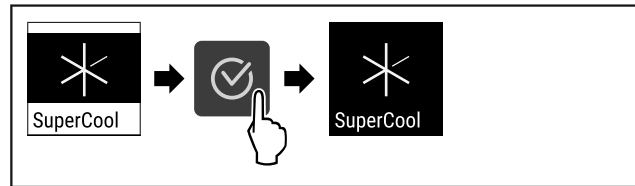

Fig. 91
- ▶ Følg anvisningene (se Fig. 91).